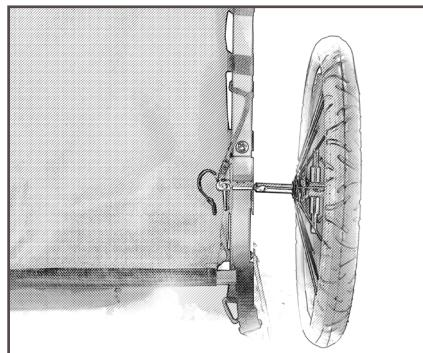

図9
2. ホイールおよびスタブ車軸を左ホイールブラケットの穴の間に配置します(図9)。